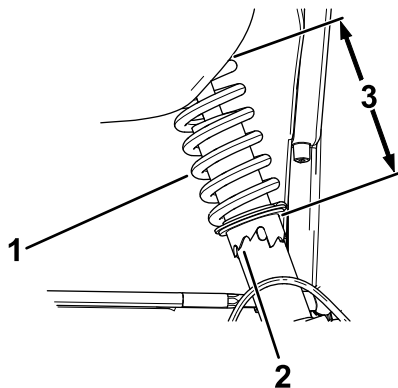

Figura 40
2. Si la caída de la rueda no está alineada, utilice la llave de gancho para girar el collarín del amortiguador y alinear la rueda (Figura 40).